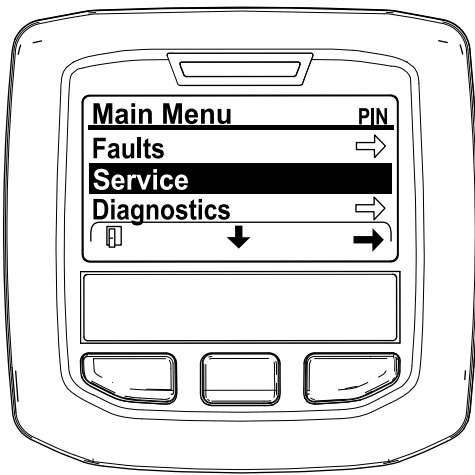

Figura 33
2. Desde el menú PRINCIPAL, pulse el botón central para desplazarse hacia abajo hasta el menú SERVICE (Servicio) y pulse el botón derecho para seleccionar la opción SERVICE (Servicio) (Figura 33).